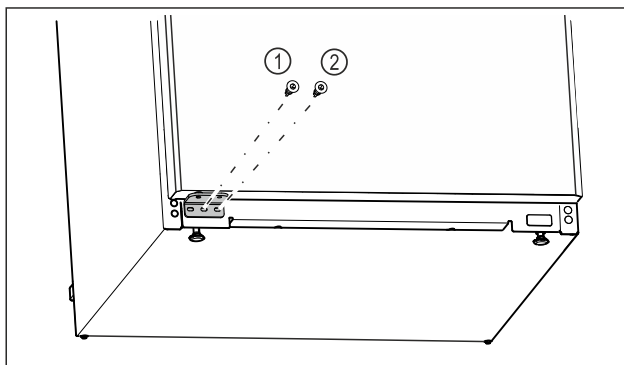

Fig. 21
- ▶ Skru fast den midtre skruen til lagerbukken Fig. 21 (1) med skrutrekkeren Torx 20.
- ▶ Skru fast den innvendige skruen til lagerbukken Fig. 21 (2) med skrutrekkeren Torx 20.